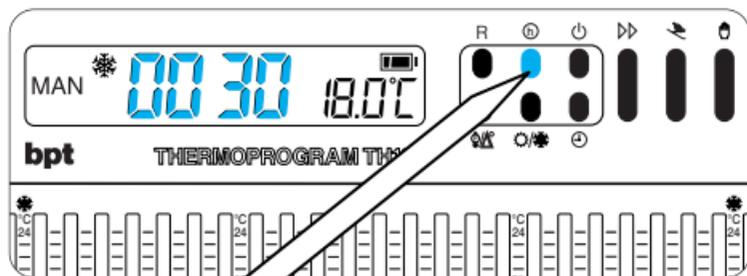
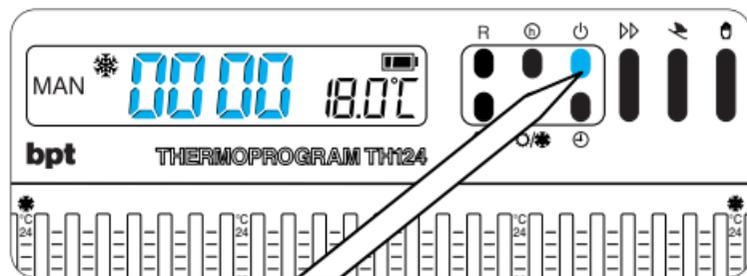

Fig. 34
Fig. 35
10.1 - Premere il pulsante **h** (fig. 34).
*Per effettuare l'azzeramento del contatore, premere in successione (entro 5 s) il pulsante **h** ed il pulsante **power** (fig. 34 e fig. 35). Dopo l'azzeramento*